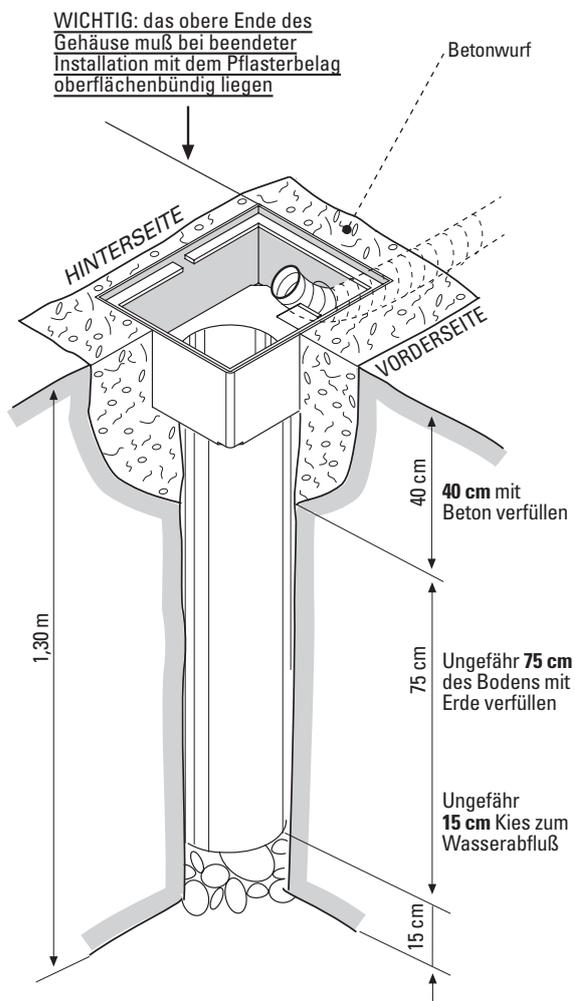

ABB. 6 <
- Ungefähr 75 cm mit Erde verfüllen während die restlichen 40 cm des Gehäuses mit Beton befestigt werden müssen (Abb. 6)